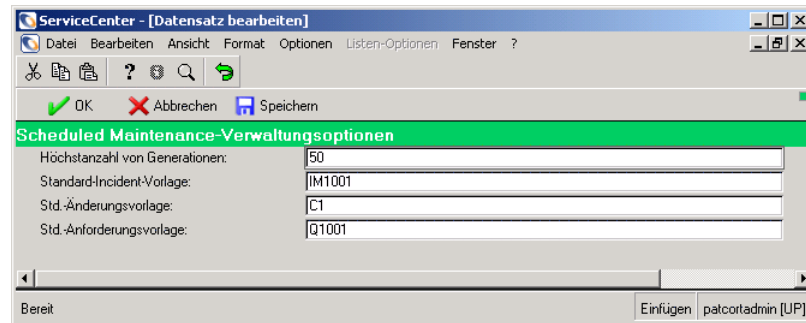

Abbildung 6-1: Dialogfeld „Datensatz bearbeiten“
- 1 Öffnen Sie das Menü **Scheduled Maintenance** und wählen Sie **Verwaltungsoptionen** aus. Abbildung 6-1 zeigt das Dialogfeld **Datensatz bearbeiten**.
- 1 Öffnen Sie das Menü **Scheduled Maintenance** und wählen Sie **Verwaltungsoptionen** aus. Das Dialogfeld **Datensatz bearbeiten** wird angezeigt (siehe Abbildung 6-1 auf Seite 179).